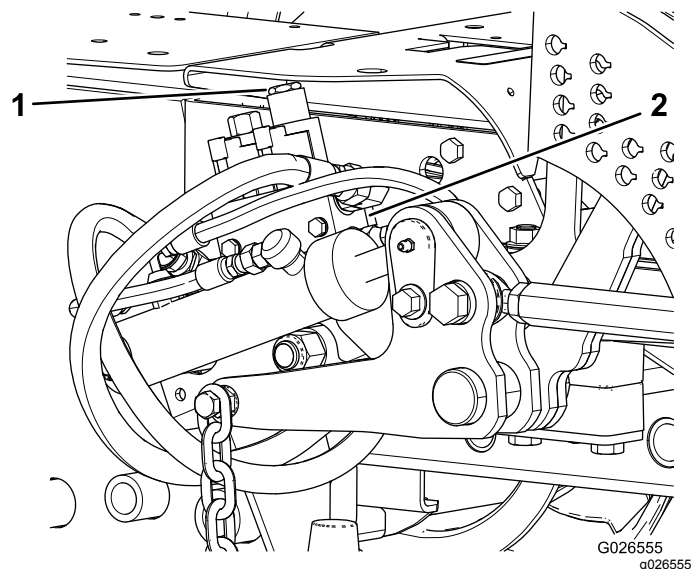

Рисунок 8
- A. Выверните гайку крепления узла проставки/катушки к электромагнитному клапану в отверстии «А» на коллекторе клапана подъема (Рисунок 8).